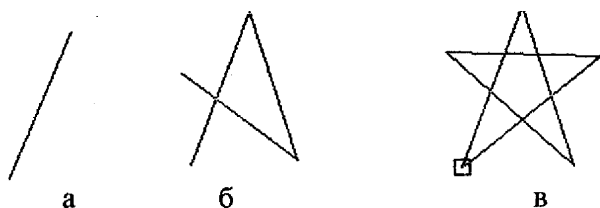

Рис.10. Последовательность построения звезды
5. Вторая фигура из рисунка 8 создается как последовательность соединенных между собой прямых линий, образующих замкнутый контур. Переключитесь на инструмент "Многоугольник". Установите курсор на место предполагаемого расположения левого нижнего луча звезды. Сделайте щелчок кнопкой мыши и передвигайте курсор в положение верхнего луча. За курсором потянулась линия, соединяющая две вершины (Рис.10, а). В нужной точке щелкните кнопкой мыши. Передвиньте курсор на место угла правого нижнего луча и опять щелкните мышкой. Вы получили уже две стороны звезды (Рис.10, б). Продолжайте таким образом построение многоугольника, пока не замкнете контур в точке, с которой начинали работу. О точности попадания говорит прямоугольный контур, появляющийся в окрестности начальной вершины, как только курсор окажется в непосредственной близости от нее (Рис.10, в).